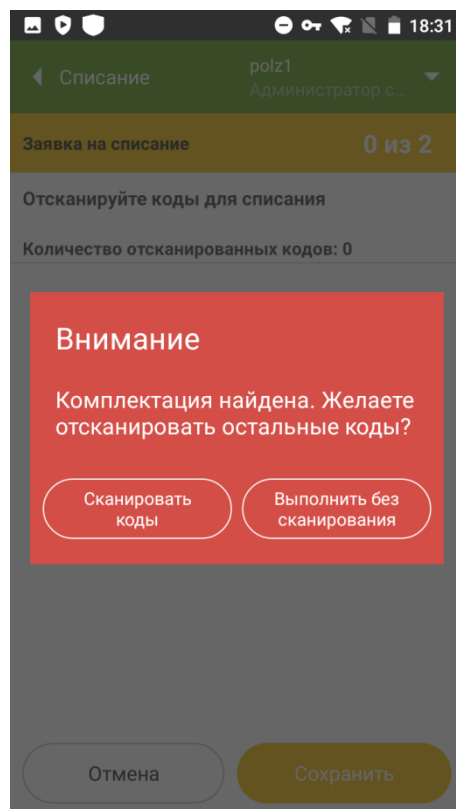

Рисунок 17.11
- 2.1.3. Если отсканированный код найден в комплектации, указанной при формировании сопроводительного документа, Система предложит отсканировать остальные коды или выполнить списание без дальнейшего сканирования (Рисунок 17.11).